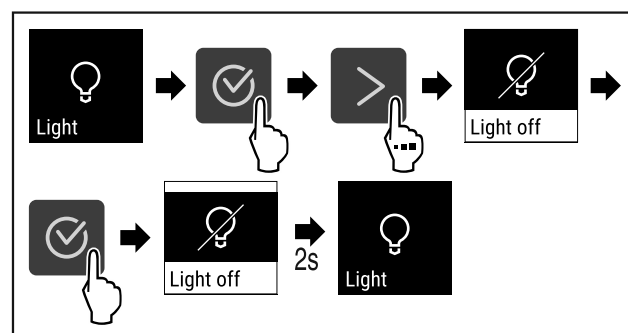

Fig. 85
- ▶ Genomför handlingsstegen (se Fig. 85) .